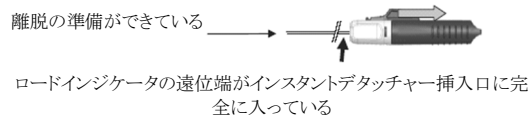

図5
- 14) 塞栓用コイルを離脱させるため、インスタントデタッチャーを持ち、止まってカチッと音がするまで親指でスライドノブを手前に引き、そしてこのノブがゆっくりと元の位置まで戻るのを待つ。インスタントデタッチャーを取り外す。必要に応じ、ストローク終了時にインスタントデタッチャーを外すことも可能である。その場合は、スライドノブを最も手前の位置に保持しインスタントデタッチャーを取り外す(図5参照)。